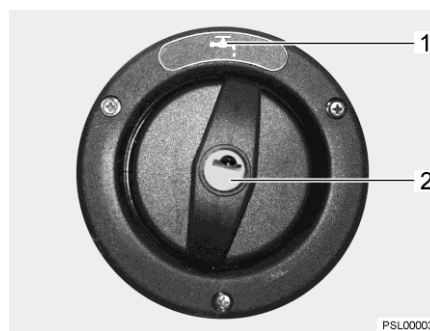

Fig. 45 Coperchio per bocchettone di riempimento dell'acqua potabile
- ▷ Il bocchettone di riempimento dell'acqua potabile è contrassegnato dal simbolo "H₂O" (Fig. 45,1).
- Inserire la chiave nel cilindro della serratura (Fig. 45,2) e ruotare in senso antiorario.